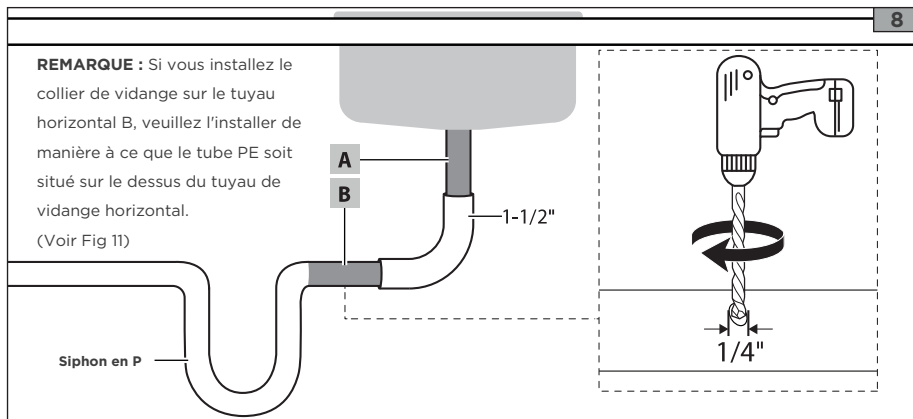

Figure 7
9. Après avoir inséré le tube PE jaune dans le connecteur, insérez les clips de verrouillage du tube PE dans l'extrémité du connecteur rapide. Voir la Figure 7 pour l'ordre d'installation.